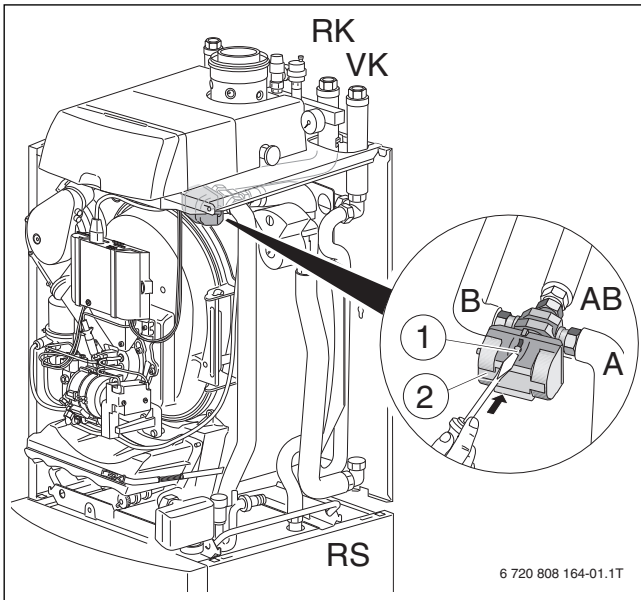

Bild 20 Manueller Umschalter des 3-Wege-Ventils bei Kessel mit Warmwasserspeicher (Lupe zeigt das 3-Wege-Ventil von vorne)
- ▶ Manuelle Umschaltung des 3-Wege-Ventils (→ Bild 20, [2]) durch Drücken des manuellen Umschalters (→ Bild 20, [1]) in die Richtung von AB umschalten. Hierdurch wird der Durchfluss von AB-B und AB-A umgeschaltet.
- ▶ 3-Wege-Ventil ohne Strom (→ Bild 20, [2]) muss zwischen den Anschlüssen AB und B offen sein.
- ▶ Für Notbetrieb: Bei defektem Stellantrieb kann das 3-Wege-Ventil (→ Bild 20, [2]) mit dem manuellen Umschalter (→ Bild 20, [1]) von AB-B zu AB-A geöffnet werden.
- ▶ Gegebenenfalls manuellen Umschalter des 3-Wege-Ventils in Betriebsstellung bringen (→ Bild 20, Seite 20).